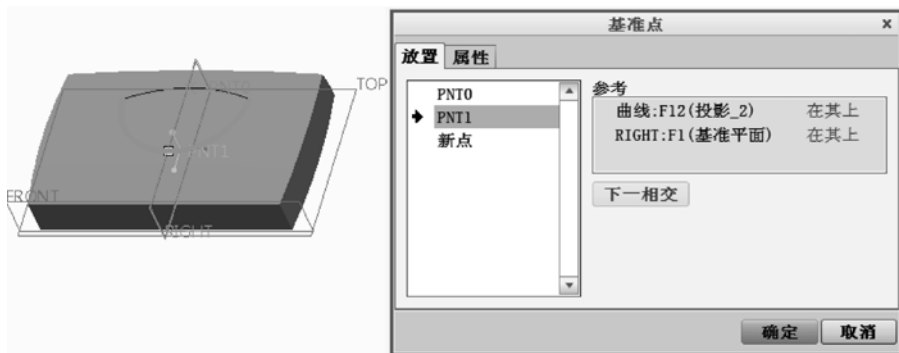

图 7-161 创建两个基准点
- 2 分别选择参考来创建两个基准点 (PNT0 和 PNT1)，如图 7-161 所示。这两个基准点均是由相应的投影曲线和“RIGHT (基准平面)”来求交获得的。